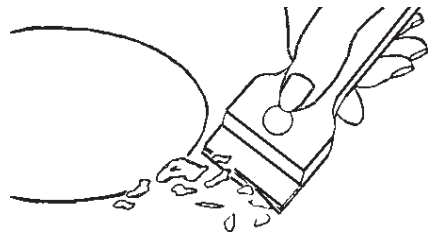

Fig.3
N.B. - Nell'uso degli elementi riscaldanti si consigliano recipienti a fondo piatto (Fig. 3) con diametro uguale o leggermente superiore a quello indicato sul viano:
Manutenzione (Fig. 3)